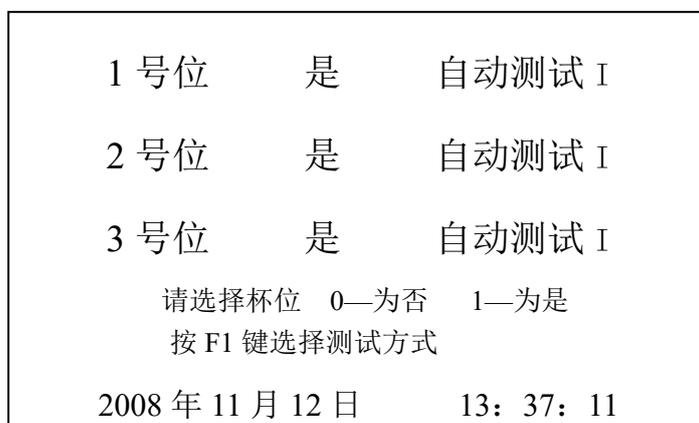

图 3
**开始试验**——是本仪器的中心部分，选中此选项按确定键后进入（图 3）界面。